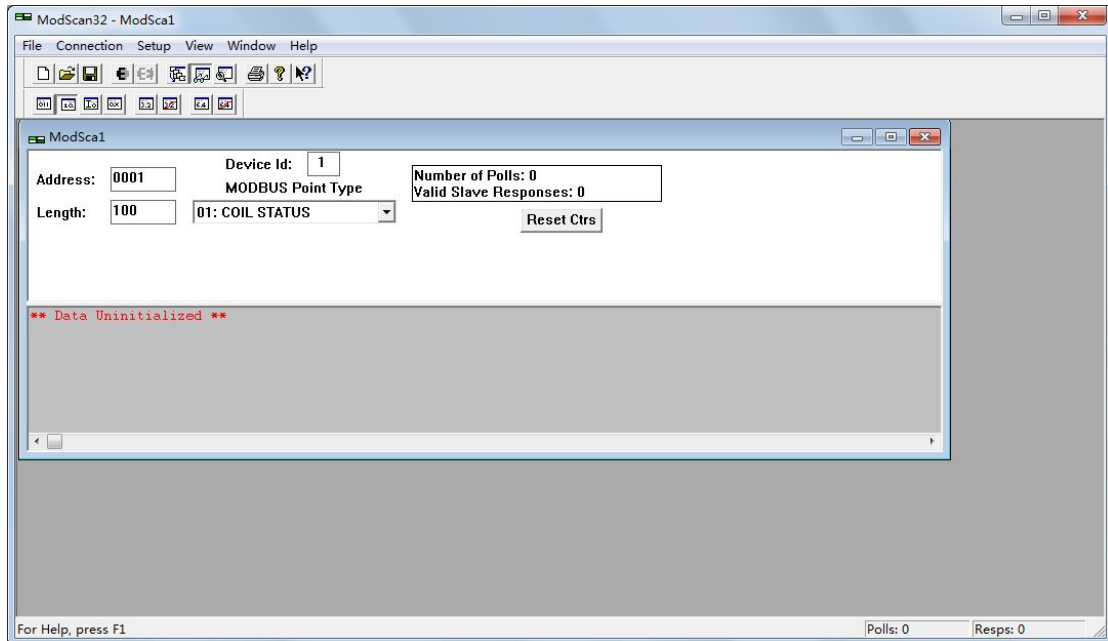

图 2-3-1
1、打开 modscan 组态软件，建立新工程，如图 2-3-1 所示。